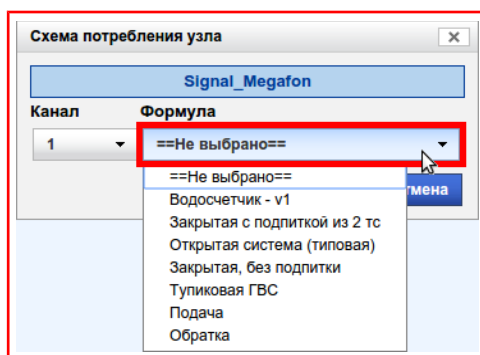

Рисунок 9.36 — Кнопка-меню «Формула»
4.1) Нажать на кнопку-меню под текстом **«Формула»**, рисунок 9.36;